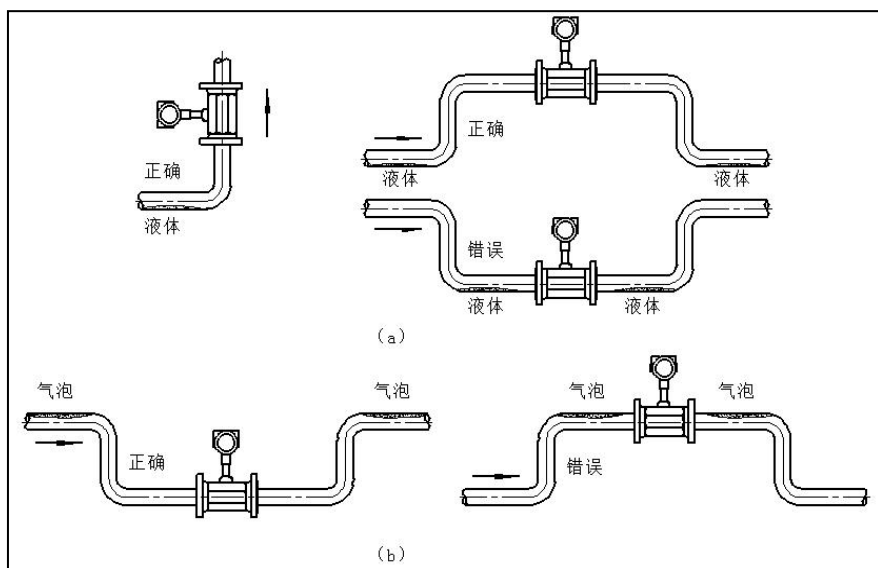

图 5 涡街流量计安装位置要求
(8) 测量液体时, 为了保证管内充满液体, 所以在垂直或倾斜管道安装仪表时, 应该保证液体流动方向从下而上。若管道内含少量气体, 为了防止气体进入仪表测量管, 仪表应安装在管线的较低处, 如图 5 所示。
(9) 测量高温、低温介质时, 应注意保温措施。转换器内部(表头壳体内)高温一般不应超过 70℃; 低温易使转换器内部出现凝露, 降低印制电路板的绝缘阻抗, 影响仪表正常工作。